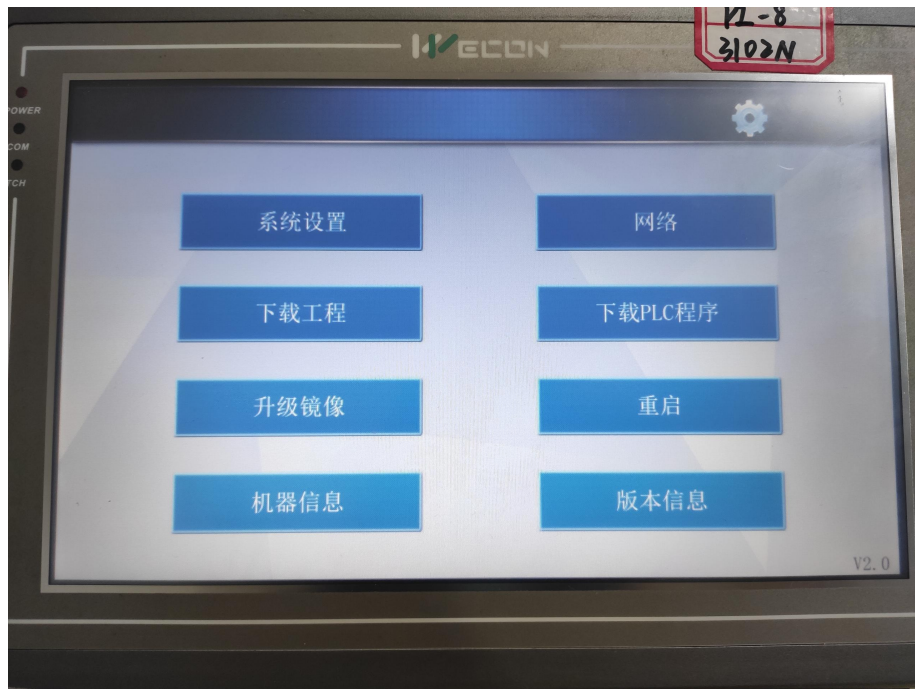

图 1
(2) 选择 IP 之后，点击 pc 到 HMI 下载。有识别屏的版本比较旧的话会提示更新，点击继续方能下载
(3) 下载成功之后，在弹出来的弹窗上，点击确定。屏自动重启，程序也下载成功了。
(4) HMI 的网络配置:
①长按屏幕右上角 5-10s 进入后台。如图 1 所示。